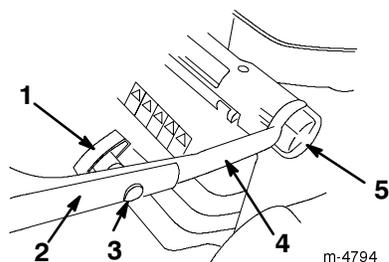

Figure 2
1. Desserrez les boutons de réglage de hauteur du mancheron et tournez la partie inférieure du mancheron vers l'arrière de la tondeuse, jusqu'à ce qu'elle vienne se loger dans l'une des positions de réglage de hauteur, comme indiqué à la Figure 2. Pour régler la hauteur du mancheron, reportez-vous à la rubrique Réglage de la hauteur du mancheron, page 6.
3. Montez la partie supérieure sur la partie inférieure du mancheron à l'aide des boulons à tête ovale et installez les boutons comme indiqué à la Figure 2. **Serrez fermement les boutons.**
Le mancheron dispose de trois positions de réglage en hauteur : haut, moyen, bas (Fig. 2). Réglez le mancheron à la hauteur la plus confortable pour vous.